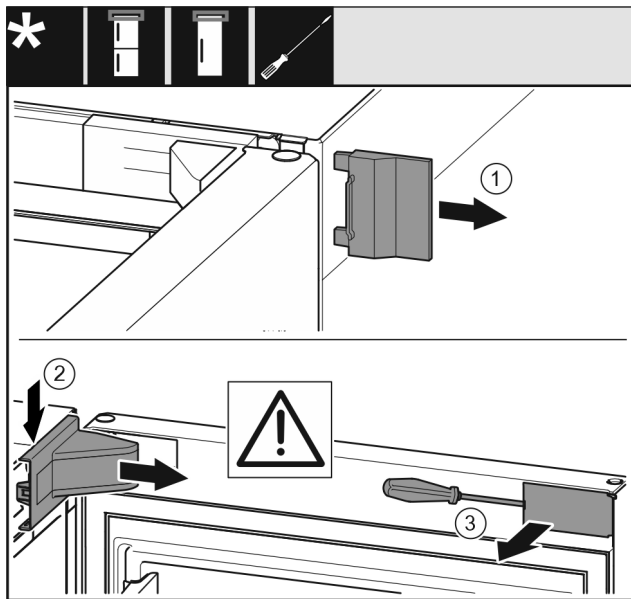

Fig. 6
- Retirer le cache extérieur. Fig. 6 (1)
- Détacher et libérer le cache du support de palier. Retirer le cache du support de palier. Fig. 6 (2)
► Dégager le cache avec le tournevis et l'incliner sur le côté. Fig. 6 (3)